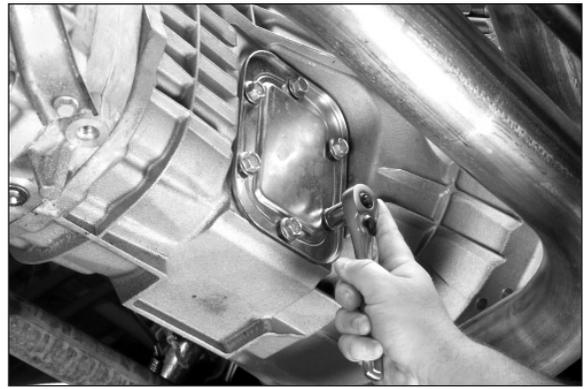

Fig. 2
3. Quite la cubierta y la empaquetadura de la abertura de la PTO de la transmisión. Asegúrese de que la superficie de la apertura esté limpia y seca (Fig. 2).